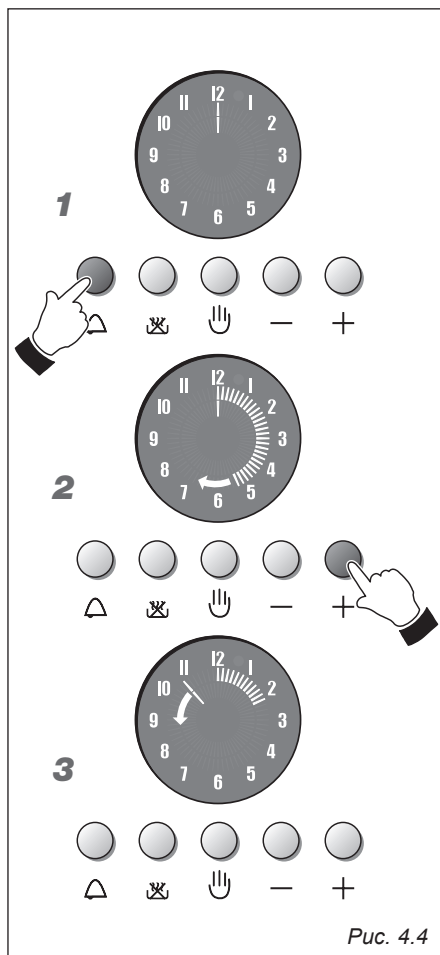

Рис. 4.4
ТАЙМЕР (Рис. 4.4)
1. Рис. 4.4 – Для того чтобы задать программу таймера, нажмите кнопку .
2. Рис. 4.4 – В течение 7 секунд нажмите на кнопку  для установки необходимого времени. Загорятся светящиеся стрелки внешнего круга. Для уменьшения значения времени нажмите на кнопку .
3. Рис. 4.4 – Незамедлительно начнется обратный отсчет, и на дисплее начнут загораться стрелки в направлении против часовой стрелки. При каждом повороте (1 минута) этой стрелки погаснет одна светящаяся стрелка.